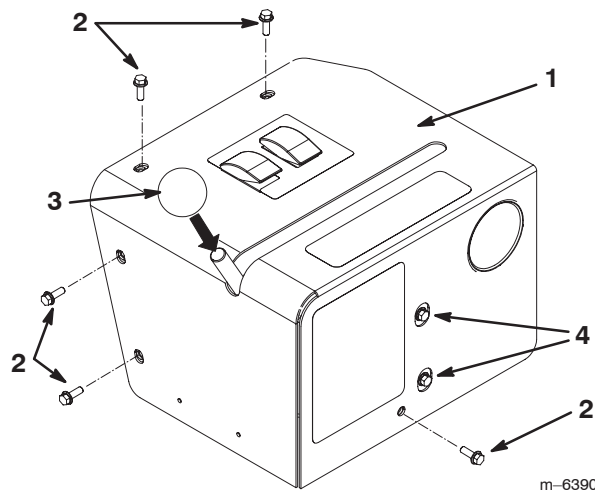

Figure 28
17. Montez le couvercle du boîtier de commande sur le support du boîtier de commande (Fig. 28) au moyen de 5 boulons à embase (1/4 x 3/4 pouce).
18. Montez le bouton sur le levier de commande de valve (Fig. 28).
19. Le cas échéant, desserrez les boulons au panneau avant et repositionnez l'ensemble valve pour permettre au levier de se déplacer librement dans la fente (Fig. 28).